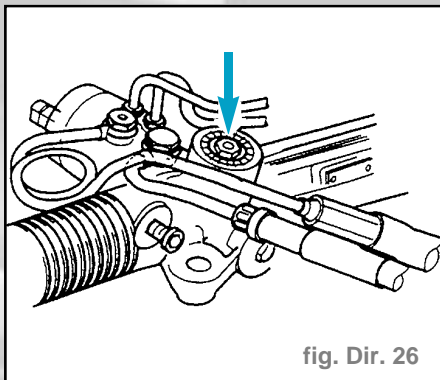

fig. Dir. 26
- Pendant cette opération, tourner prudemment la vis de réglage (flèche) dans le couvercle jusqu'à ce que le bruit de claquement ne soit plus audible dans l'habitacle (fig. Dir. 26).